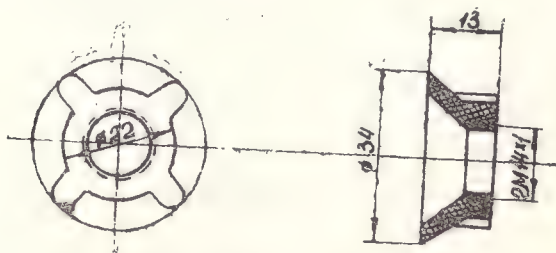

Рис. 20. Оправка.
4. Очистить от нагрева плоскость угольного контактного столбика 19, запрессованного в нажимной винт. Для этого положить на ровную (без заборин и выступов) плитку, шлифовальную шкурку, поставить на плитку оправку (рис. 20) широкой стороной к шкурке.